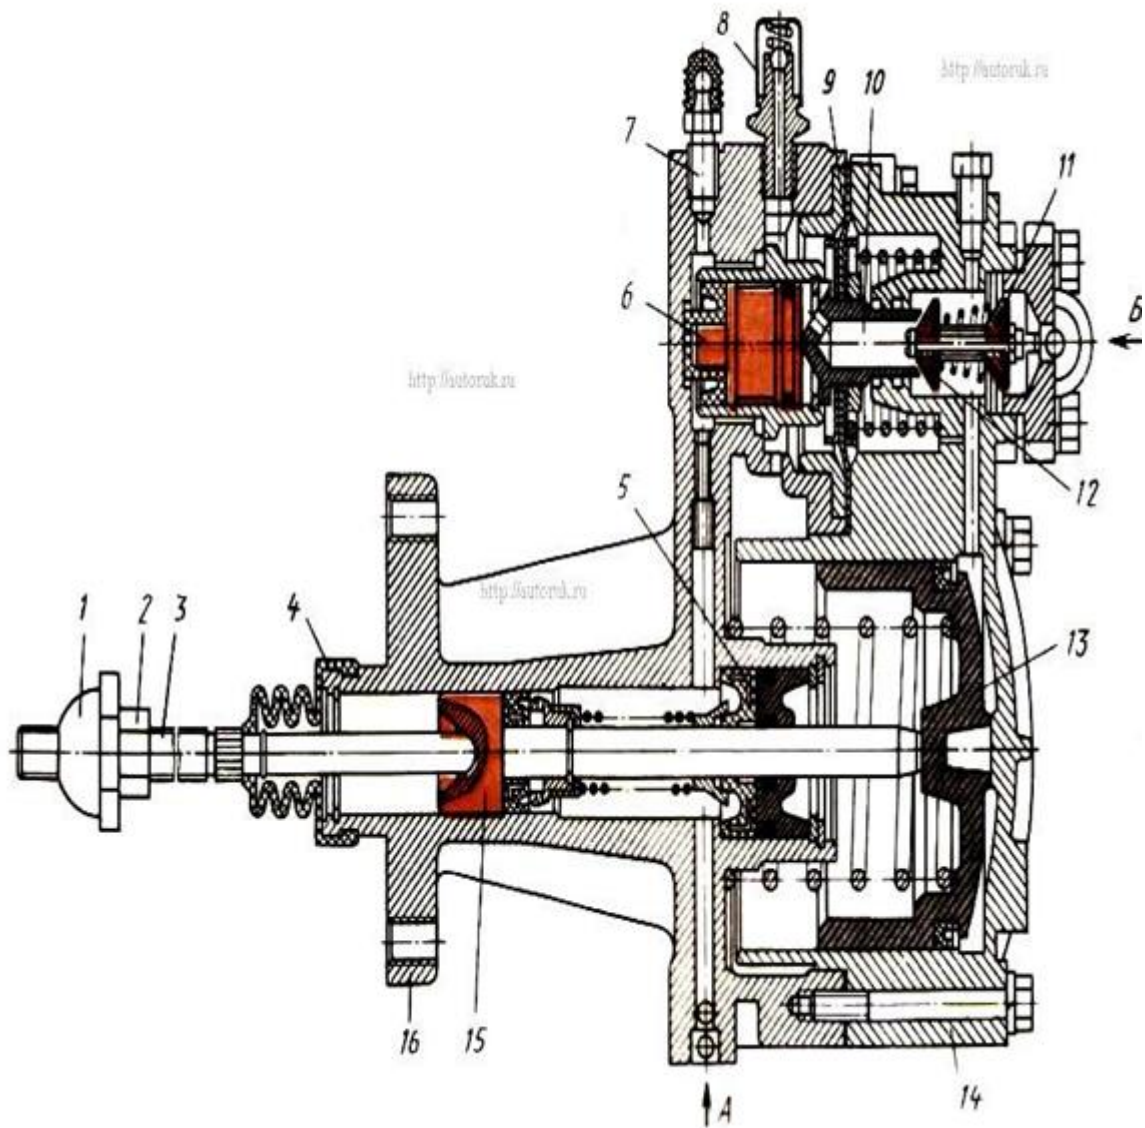

Рисунок 19 – ПГУ
Другим типом усилителей привода сцепления являются пневматические усилители, которые вводятся в гидроприводы грузовых автомобилей, поэтому их часто называют пневмогидравлическими усилителями, или, сокращенно, ПГУ (рис.19).
**Пневмогидравлический усилитель** (рис. 19) работает следующим образом.